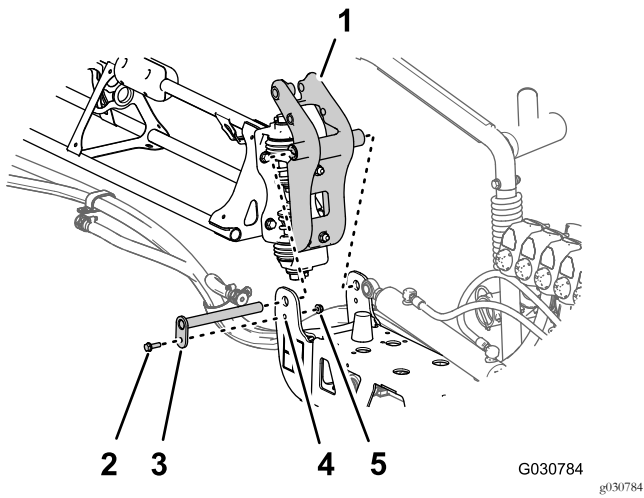

图121
3. 将枢轴接头内的轴套与外侧喷洒段末端处枢轴支架的法兰对齐 图121。